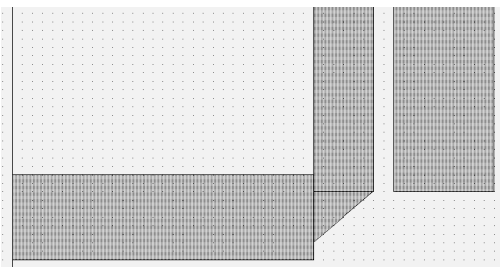

Рис. 4.87
9. Щёлкните по значку **View Area** на панели инструментов и увеличьте входной проводник, чтобы удобнее было его отредактировать (рис. 4.87).